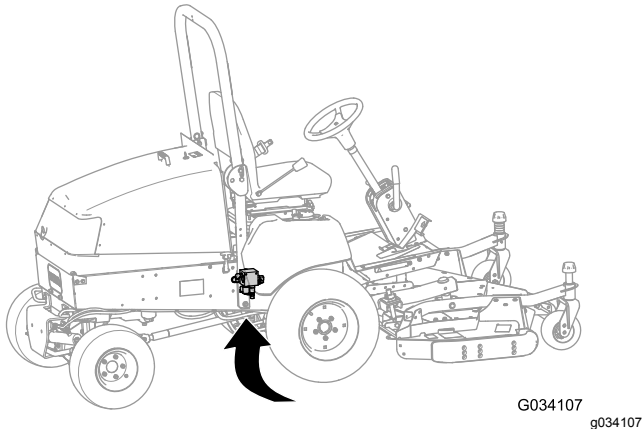

図 12
- 機体下部右側フレームチャンネルの内側、前アクスルの後ろにある昇降マニホールドを探し出す 図 12。